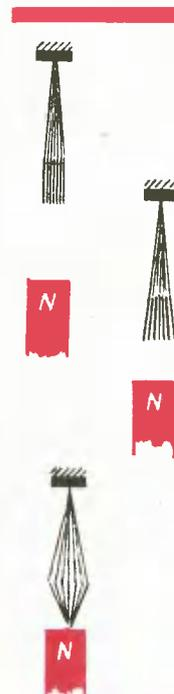

Рис. 4.
7. По мере приближения магнита к иголкам на их концах индуцируются одноименные магнитные полюсы, которые взаимно отталкиваются, и иголки расходятся все сильнее. Когда магнит поднесен достаточно близко, взаимодействие между магнитом и каждой из иголок становится сильнее, чем взаимодействие между самими иголками. Поэтому иголки притягиваются к магниту и стремятся расположиться вдоль его силовых линий. Но нитки удерживают иголки сверху и располагаются по конусу (рис. 4).